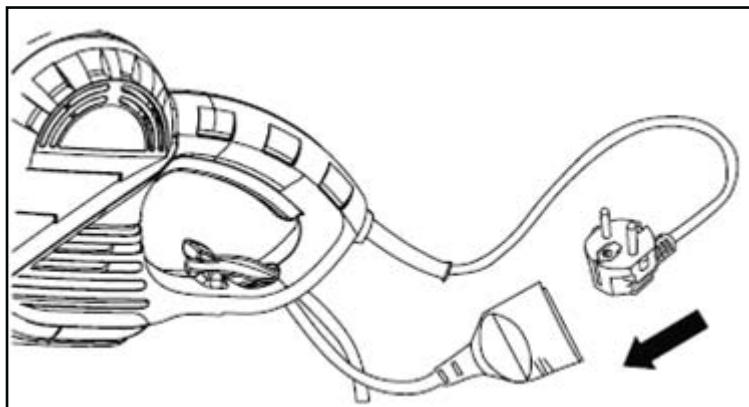

Fig. 5
3. Branchez le câble d'alimentation à la prise du câble d'extension. (Fig. 5)
1. Tenir le produit avec une main sur la poignée arrière (6), et avec l'autre main sur la poignée avant (3).
2. Appuyer sur l'interrupteur marche/arrêt (7) et l'interrupteur de sécurité (4) simultanément (voir Fig. 5) pour démarrer le produit.
3. Relâcher l'interrupteur marche/arrêt (7) ou l'interrupteur de sécurité (4) pour arrêter le produit.